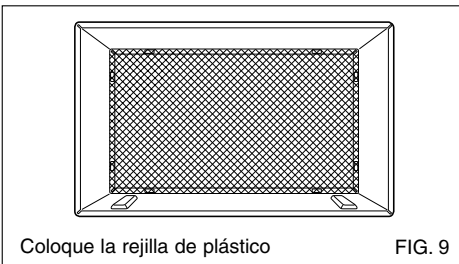

FIG. 9
- 1** Coloque la dirección de la rejilla en la parte posterior del alojamiento de la pared en un ángulo de 60° según se muestra en la FIG 9. Se recomienda el uso de tenazas.